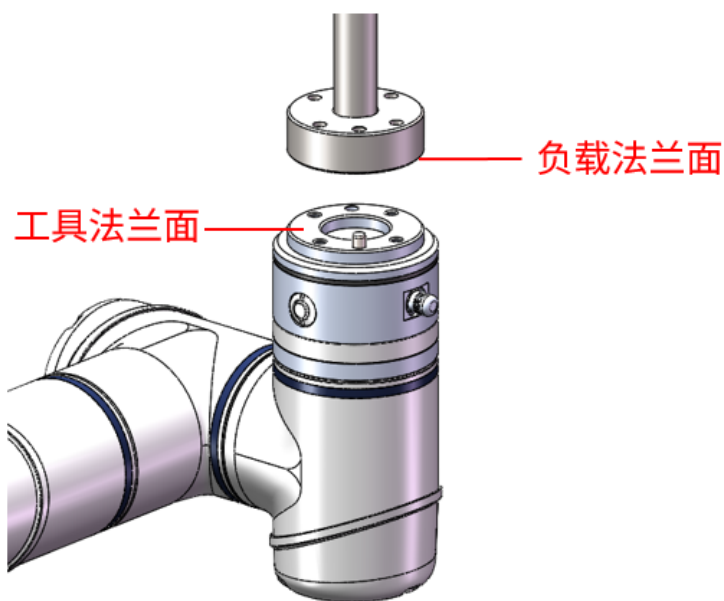

图 2-6: 接触面
**接触面：**请检查工具法兰与负载法兰接触面情况，表面应无损坏或异物，确保连接后两者能够均匀接触，如图 2-6 所示。若由于夹杂异物等因素导致接触不均匀，则待安装设备（或适配板）之间会形成间隙，可能会对工具端力/力矩传感器的输出造成影响。